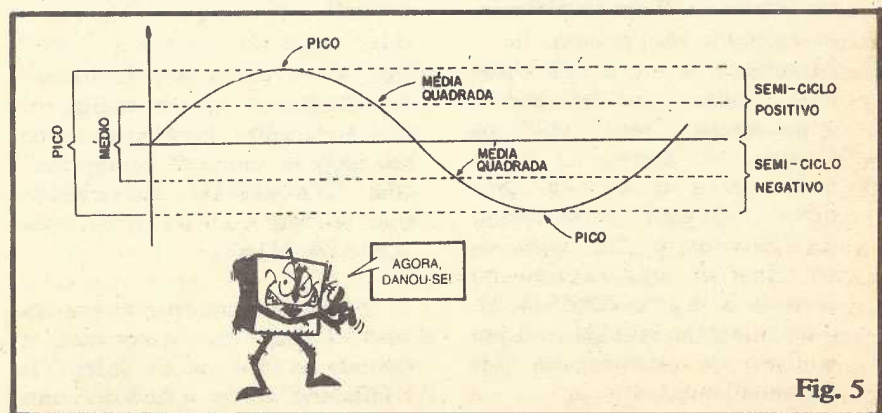

Fig. 5
- **FIG. 5 - UM CICLO** completo, de uma C.A. pode ser “dividido”, para uma interpretação mais detalhada, em duas metades: uma “acima de zero” (SEMI-CICLO POSITIVO) e outra “abaixo de zero” (SEMI-CICLO NEGATIVO). Observar ainda que os pontos/momentos extremos (momento “mais positivo” e “mais negativo” da tensão, ao longo do eixo/tempo...) são chamados de PICO (alguns preferem chamar o “pico negativo” de VALE...). Essas analogias são muito diretas e fáceis de entender, já que o desenho da forma de onda assemelha-se muito a “montanhas” e “vales”, num relevo topográfico... Existe, aqui, um importante fator a ser considerado: numa Corrente Alternada com forma de